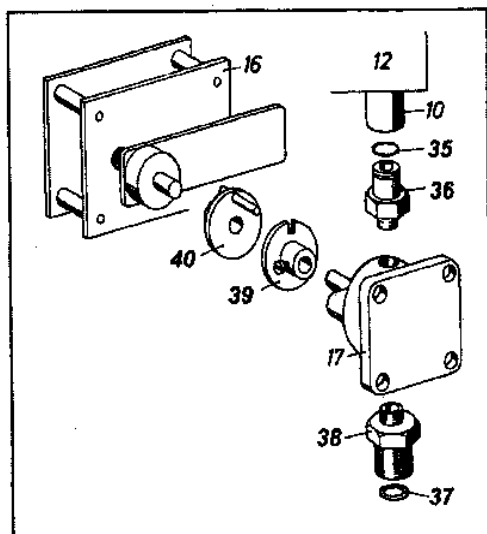

Рис. 5
В баке находится колено масляного трубопровода (19) фибровое уплотнение для соединения переходника (рис. 5/37) с коленом масляного трубопровода и фильтр (11).
Поставьте calorifер на поддон (1), в котором скапливается утекшее масло. Установите чашу сгорания (2) с помощью прилагаемого крюка на дно бачка с форсункой и поверните выемкой напротив трубы для подачи топлива (21). Положите контрольный диск (4) выпуклостью вверх на буртик стенки бачка с форсункой. Подвесьте отводную заслонку (8) в угол над штуцером. Закрепите бак (12) в шлицы рейки (9). Соедините колено масляного трубопровода (19) болтами внизу с трубой для подачи топлива (21) а сверху на баке с уплотнением. При затягивании болтов переходник необходимо прижать к насосу (рис. 5/36) чтобы избежать нарушения соосности оси насоса. Уплотнение прикреплено к этой инструкции по эксплуатации. Вставьте пяти-полюсный штекер (28) слева в розетку на кронштейне мотора (14). Теперь проверьте, чтобы кран для слива воды (13) был закручен, а алюминиевый стакан (23) свободно стоял в креплении микропереключателя. Рычаг микропереключателя должен двигать алюминиевый стакан вверх.
Схема: Мотор с шестерёнчатым насосом (рис. 5)